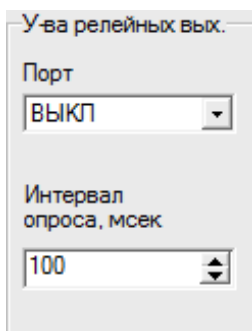

Рисунок 47.
- В списке «Порт» группы «У-ва релейных вых.» (см. рисунок 47) выбрать СОМ-порт, к которому подключен канал подсистемы;